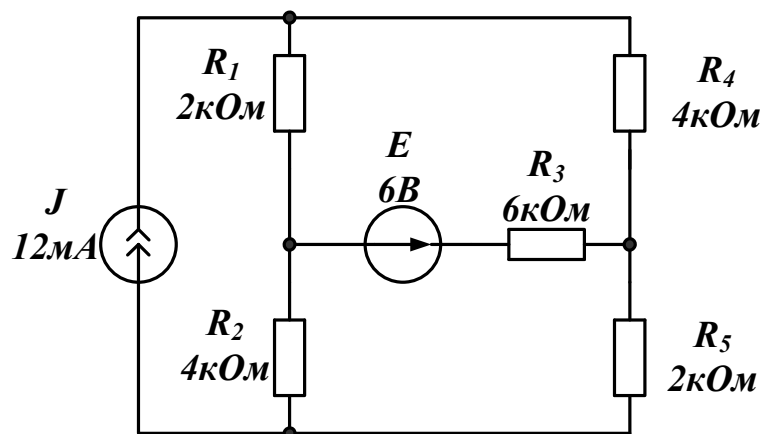

Рис.1.16. Схема к контрольному заданию №1
1. Рассчитать токи в ветвях схемы рис.1.16. Рекомендуется использовать метод контурных токов.